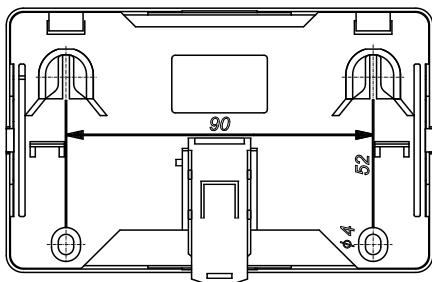

Рисунок 3
– в месте установки изолятора просверлить два верхних отверстия под дюбели с шурупами диаметром 4 мм согласно установочным размерам (рисунок 3);